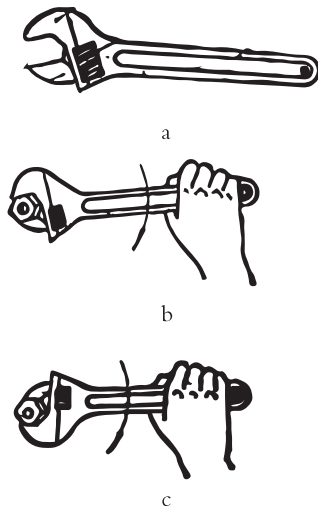

图2-2 活络扳手及其使用
(2) 活络扳手：由固定钳口、活动钳口，扳手体和螺杆组成（见图2-2）。其规格以扳手体的长度表示，有3"、4"、6"、8"、10"、12"等。通过螺杆调整活动钳口张开尺寸的大小，可以紧固不同规格的螺栓或螺母。使用时，首先转动螺杆，调整扳手钳口的张开尺寸，使其与所紧固的螺母对边尺寸相适应，紧固螺母时，手握扳手柄部，使扳手体与螺母端部基本平行，用力朝着活动钳口的方向，将螺母紧固。使用时不准将扳手柄随意接长，以免使动力臂增大，扳手受力过大而损坏。